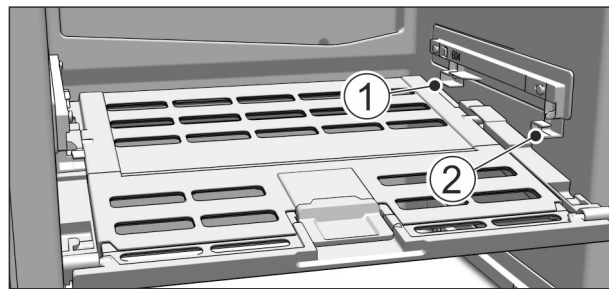

Fig. 75
- ▶ Nasadenie veka priečinka na ovocie a zeleninu: Výstupky veka zavedte zdola do zadného držiaka Fig. 75 (1) a zasuňte do predného držiaka Fig. 75 (2).